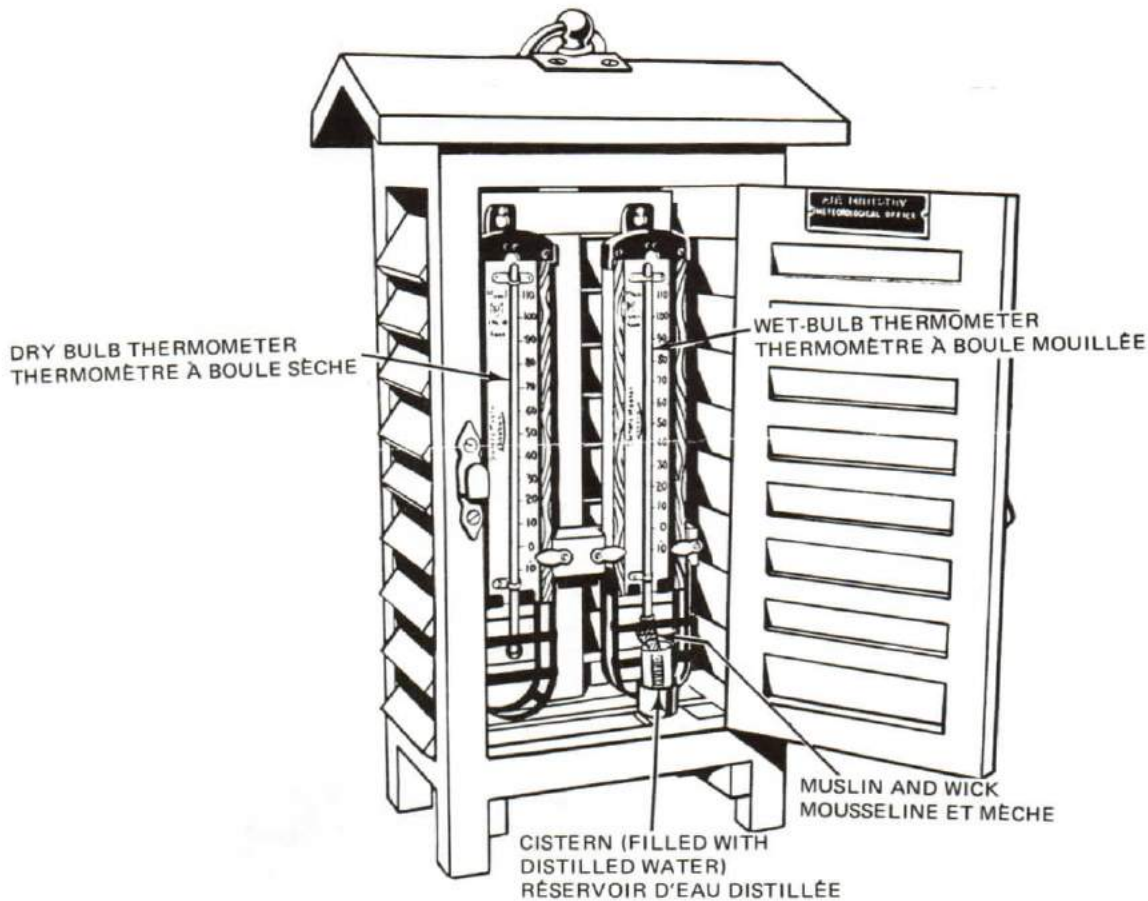

Figure 13-7
2. The wet and dry bulb thermometers together are known as a psychrometer. You will find two types of psychrometer in the sea environment. The more modern type is called a sling psychrometer and is supplied to the ship as part of her meteorological kit. It consists of two thermometers on a rotating arm which is mounted on a handle. See Figure 13-6. The bulb of the wet-bulb thermometer is wrapped in muslin and is dipped in water just before the psychrometer is swung. The other type, Figure 13-7 has the two thermometers stowed in a wooden box called a Stevenson screen, fitted with louvres something like the slats of a venetian blind. The bulb of the wet-bulb thermometer is covered with a muslin wick which leads to a small water reservoir.
2. La combinaison des deux thermomètres, à boule mouillée et à boule sèche, s'appelle un psychromètre. Vous trouverez dans l'élément Mer deux types de psychromètre. Le plus récent est du type "fronde" qu'on fournit aux navires avec le nécessaire de météorologie du bord. Il consiste en deux thermomètres posés sur une réglette articulée montée sur une poignée (voir la figure 13-6). La boule du thermomètre mouillée est enveloppée dans de la mousseline et on la plonge dans l'eau juste avant de faire tourner le psychromètre. L'autre modèle (figure 13-7) se compose de deux thermomètres rangés dans un abri fixe en bois, appelé paravent Stevenson, dont les parois comportent des volets qui ressemblent aux lames d'un store vénitien. La boule du thermomètre mouillée est entourée d'une mèche de mousseline plongée dans un petit réservoir d'eau.